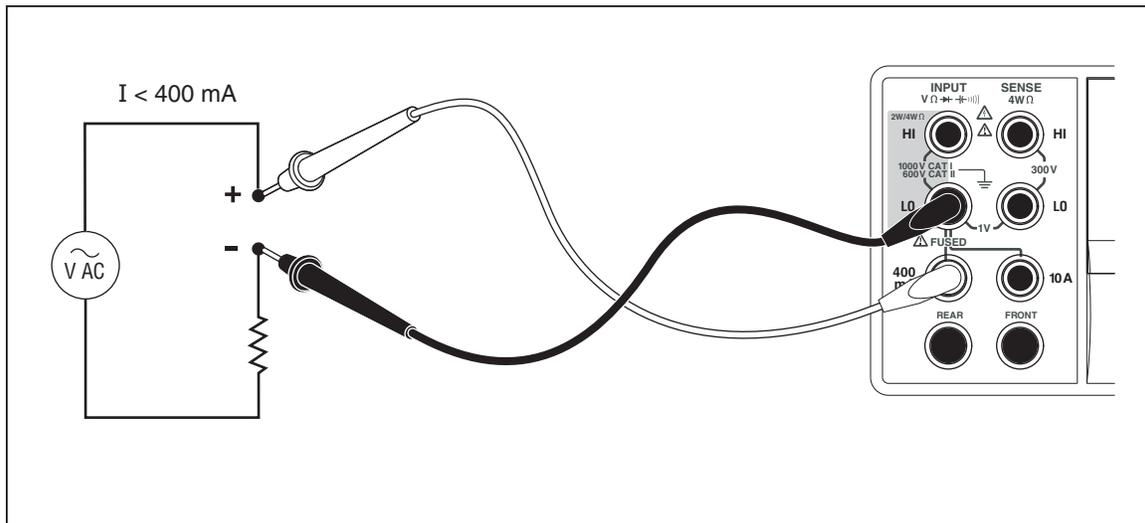
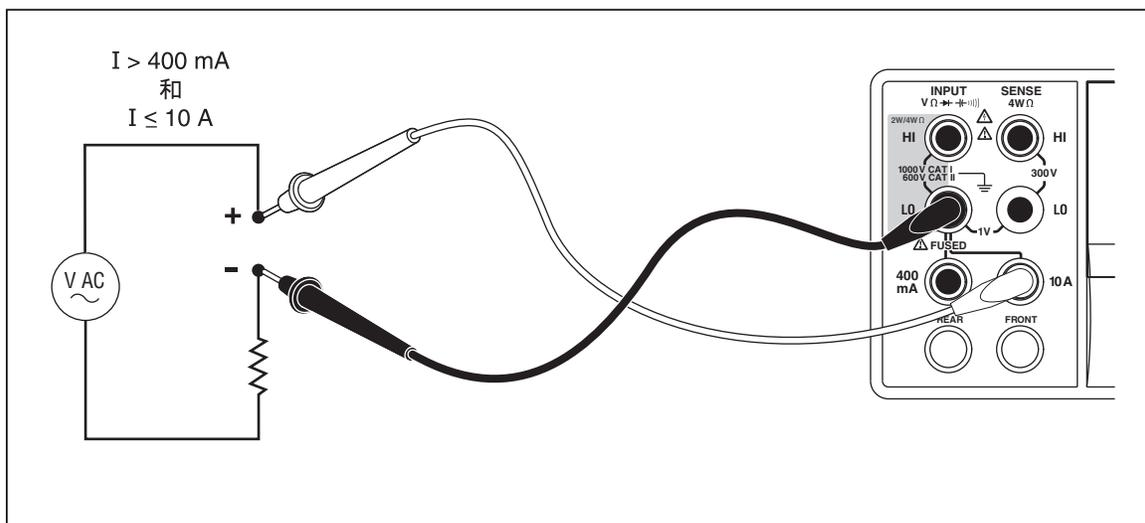

图 4-4. 低于400 mA 的电流测量的输入连接
图 4-5. 高于400 mA 的电流测量的输入连接
数字多用表可以测量高达 10 A 的交流和直流电流两个独立的输入连接器（共用 **LO** 连接器）被用来测量电流。为了获得最佳的分辨率，不超过 400 mA 的电流测量应该使用 **LO** 和 **mA** 输入连接器，如图 4-4 所示。
预期在 400 mA 和 10 A 之间的电流，应该使用**Input LO** 和 **10A** 输入连接器进行测量，如图4-5所示。
1. 对于 400 mA 或更小的电流，请按如图 4-4 所示在数字多用表和被测电路之间连接测试线；对于最大 10 A 的电流，请按图 4-5 连接测试线。
1. 根据预期电流的打消，按图 4-4 或图 4-5 所示，在数字多用表输入连接器和被测电路之间连接测试线。